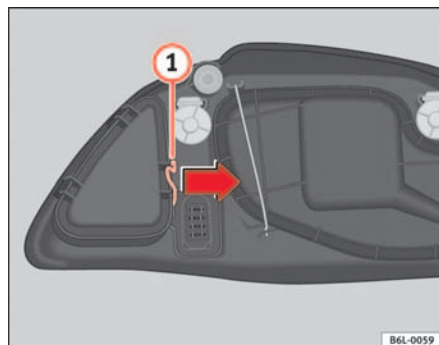

Fig. 148 Luz intermitente
- Desplace el tirante ① ⇒ fig. 148 en el sentido de la flecha y retire la tapa.